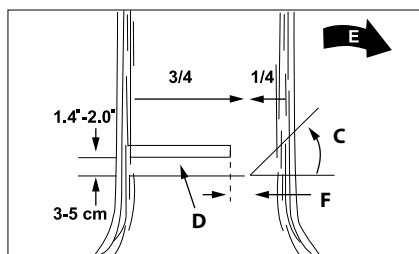

Рис. 15
Внимание! Не ходите перед деревом, на котором уже произведены надпилы. Окончательный срез (D) выполняется с обратной стороны дерева в 3-5 см над горизонтальной основой надпила (C) (рис. 15).